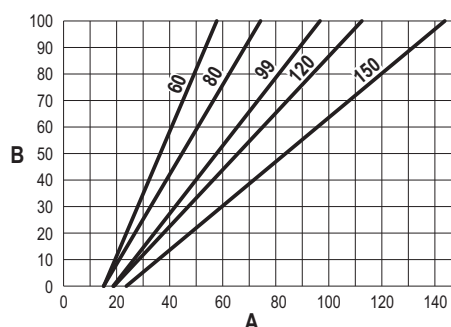

fig. 74
- Pulse las **teclas contextuales 1 y 2** para aumentar o disminuir la capacidad térmica (mínima = 00 - máxima = 100). Vea el diagrama "Regulación de la capacidad térmica" (fig. 74).